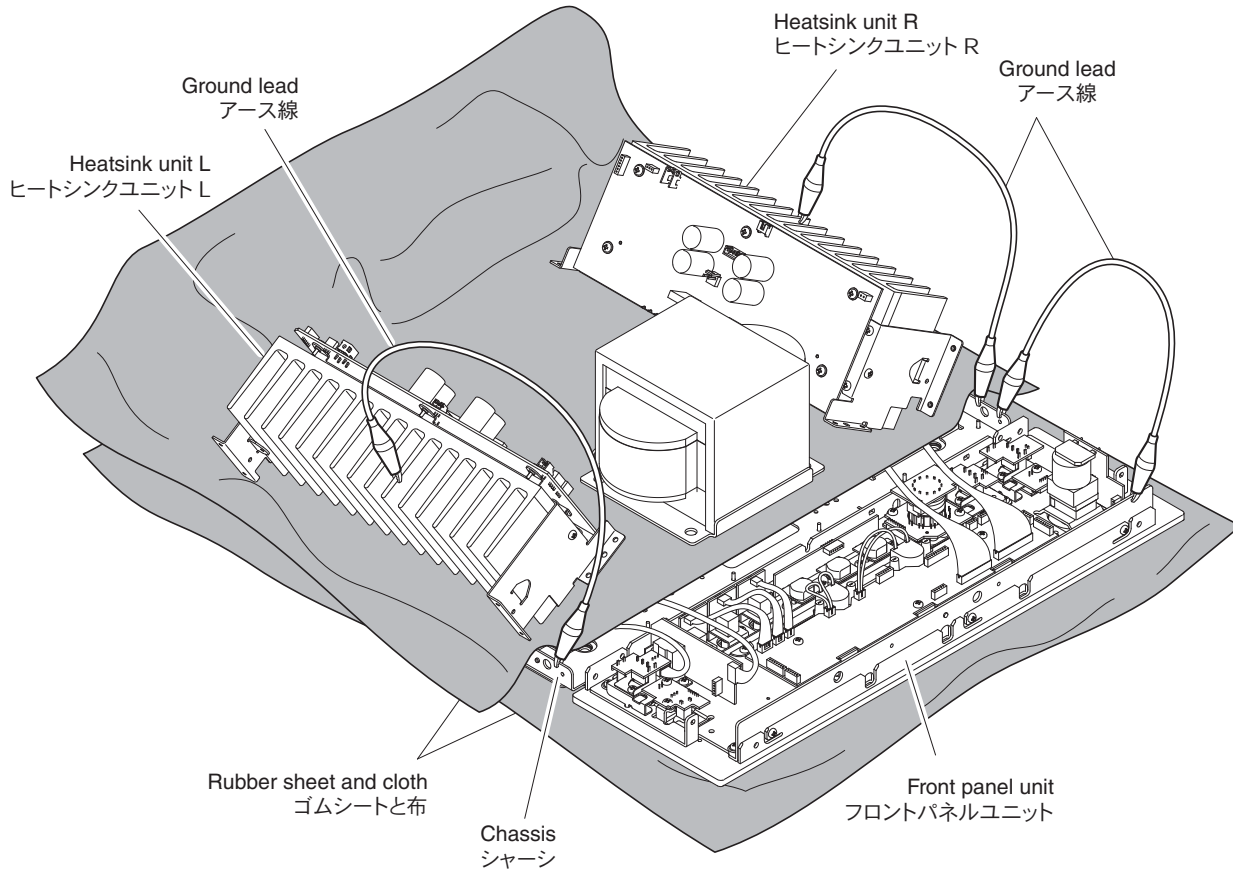

Fig. 8
- Put the rubber sheet and cloth over this unit. Then place the P.C.B. slantingly on the cloth and check it. (Fig. 8)
- Connect the front panel unit, heatsink unit L and heatsink unit R to the chassis with a ground lead or the like. (Fig. 8)
- 本機の上にゴムシートと布を敷き、その上に P.C.B. を斜めに置いてチェックします。(Fig. 8)
- フロントパネルユニットとヒートシンクユニット L、ヒートシンクユニット R をリード線等でシャーシに接続してください。(Fig. 8)